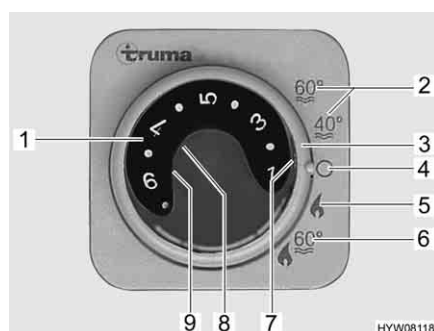

Fig. 86 Centralina di controllo per riscaldamento/boiler
- Impostare la modalità di funzionamento tramite l'interruttore girevole (Fig. 86,3).
A seconda della temperatura ambiente desiderata, il riscaldamento seleziona automaticamente il livello del bruciatore necessario. Al raggiungimento della temperatura ambiente desiderata, il bruciatore si spegne. Durante la modalità di funzionamento "Riscaldamento e boiler" (Fig. 86,6) è riscaldata anche l'acqua nel boiler. Nella modalità di funzionamento "Riscaldamento senza boiler" (Fig. 86,5) è possibile far funzionare il riscaldamento con il boiler vuoto.
- Impostare la manopola della temperatura (Fig. 86,1) sulla centralina di controllo scegliendo la potenza desiderata.
- Posizionare l'interruttore girevole (Fig. 86,3) su funzionamento invernale "Riscaldamento senza boiler" (Fig. 86,5) o "Riscaldamento e boiler" (Fig. 86,6).
Si accende la spia verde di controllo (Fig. 86,7).
- Posizionare l'interruttore girevole (Fig. 86,3) su "O" (Fig. 86,4).